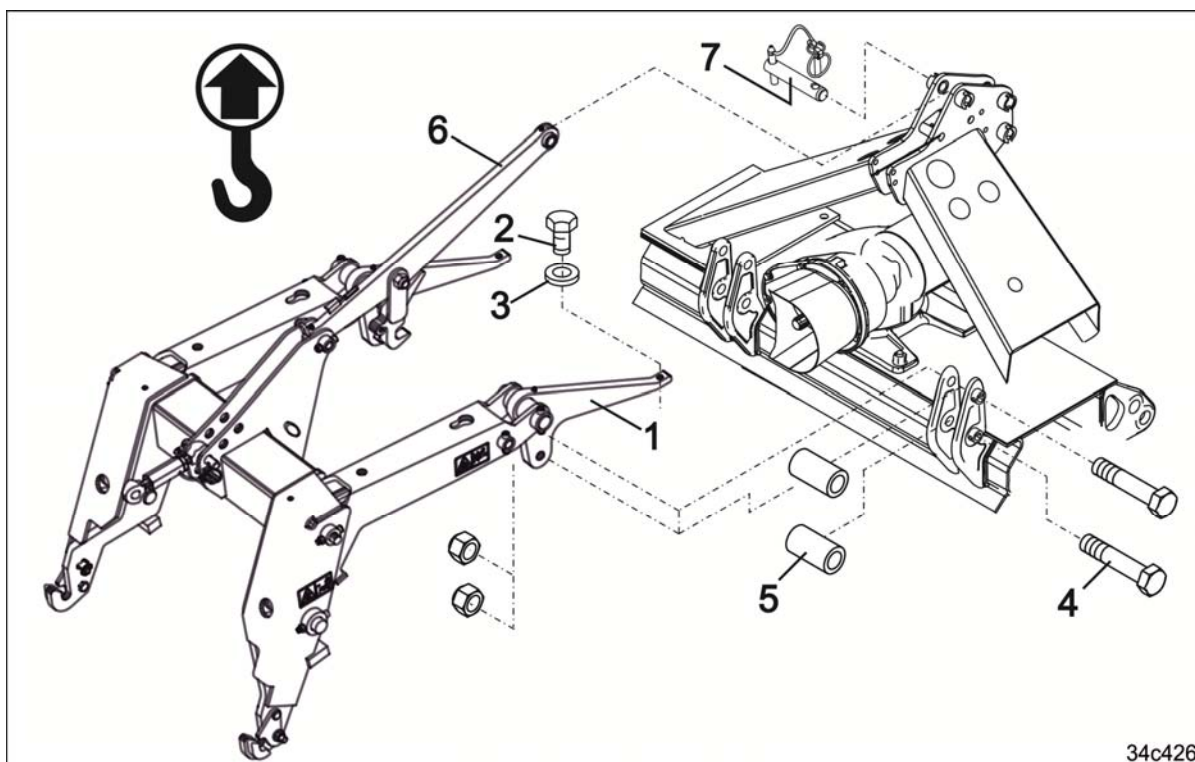

Fig. 88
5. Skru bøylen (Fig. 88/1) på jordbearbeidingsmaskinen ved hjelp av
- o to maskinskruer (Fig. 88/2) med skiver (Fig. 88/3)
- o 4 skruer (Fig. 88/4) med 4 avstandshylser (Fig. 88/5).
6. Fest den øvre koplingen (Fig. 88/6) med en bolt (Fig. 88/7) og sikre den med en låsesplint.